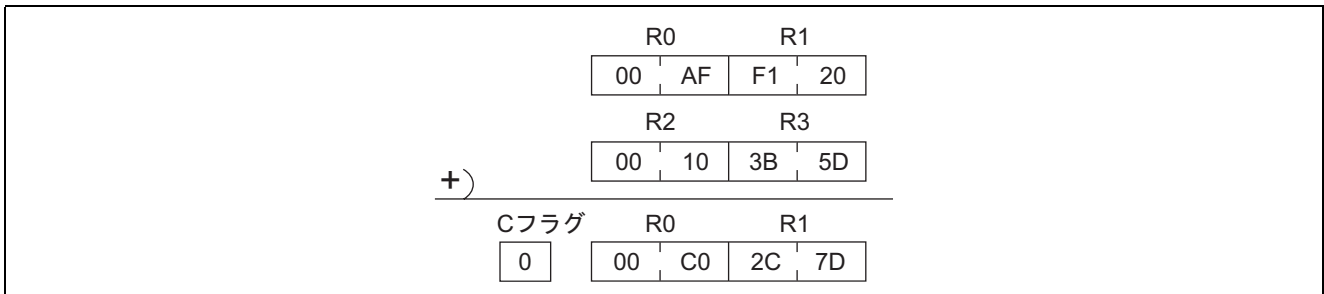

図 13-3 上位ビットを使用しない加算例
- (1) 図 13-3 のように上位ビットを使用しない場合は、上位ビットに“0”を設定してください。“0”を設定していない場合、上位ビットに設定されている不定のデータを含めて加算されるため、正確な加算結果は得られません。